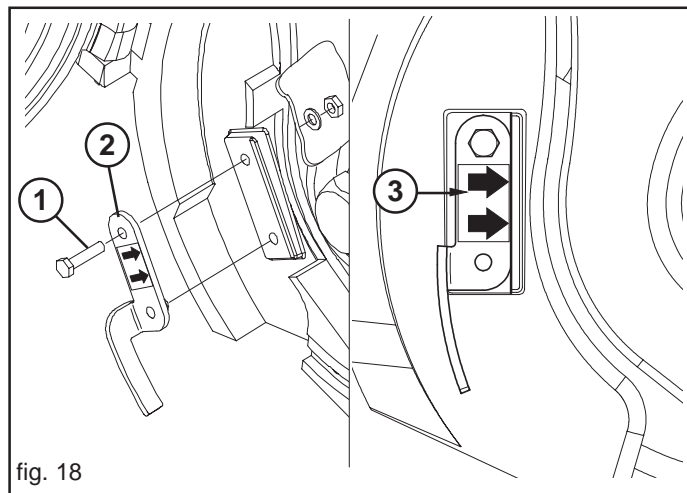

fig. 18
Este expulsor se debe sacar cuando se usa semilla gruesa, como por ejemplo maíz, girasol, soja, cacahuete, etc. Desenrosque los tornillos (1 Fig. 18) y quite el expulsor (2).
Coloque el expulsor (2) como muestra la figura 18. Presurando contra el borde de su aposita instalacion (3 Fig. 18). Fijarlo con el tornillo (1) en dotacion. El tornillo se deve montar como indicato en nel dibujo. Non poner algun grueso snte el expulsor y su alojamiento. Controle que el expulsor se adhiera al disco de siembra. Sustituya el expulsor cuando presente un desgaste evidente.